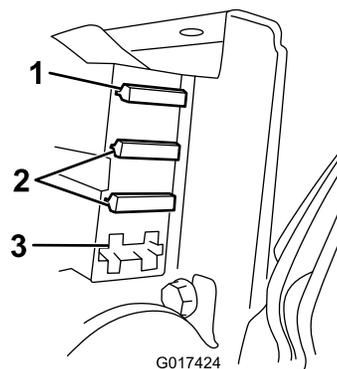

Figure 37
3. Vérifiez les fusibles dans le porte-fusibles (Figure 37).
- Si l'un des fusibles a grillé, remplacez-le par un fusible de tension et d'intensité adéquates (Figure 37).